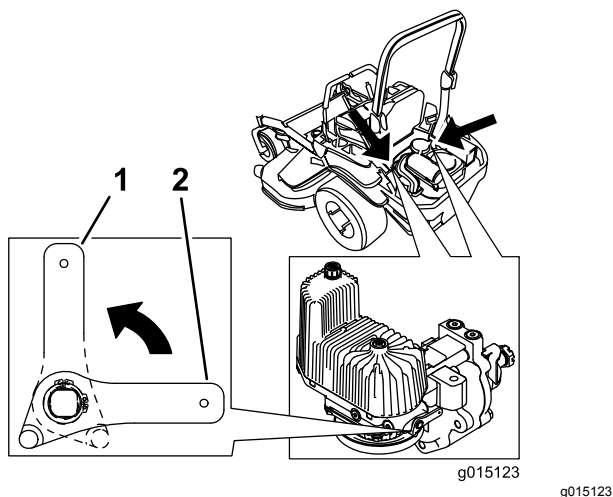

Figura 37
3. Gire las palancas de las válvulas de liberación a la posición vertical para empujar la máquina (Figura 37).
5. Gire las palancas de las válvulas de desvío a la posición horizontal para conducir la máquina (Figura 37).